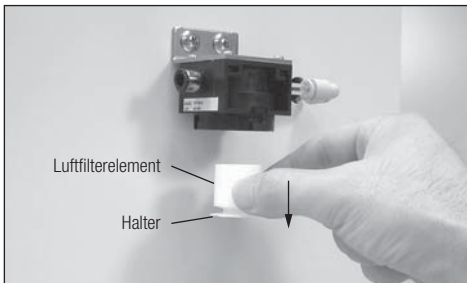

Abb. 31
- 5) Halter & Luftfilterelement herausnehmen (Abb. 31).